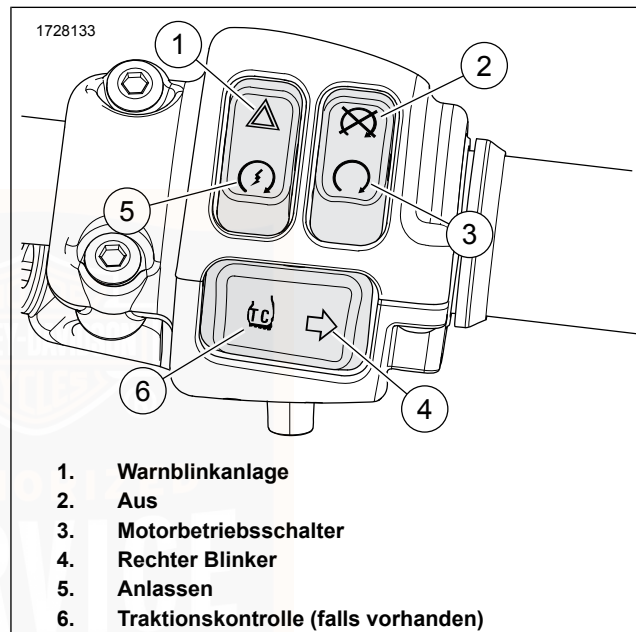

Abbildung 35. Rechte Regelungsschalter
2. Siehe Abbildung 35. Den Motorbetriebsschalter in die BETRIEB-Stellung (3) schalten.